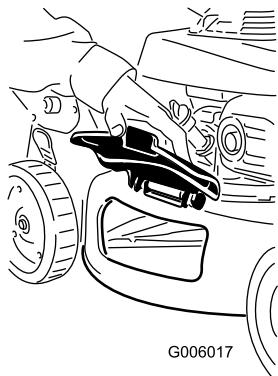

Figura 33
- Levante la puerta de descarga lateral (Figura 33).